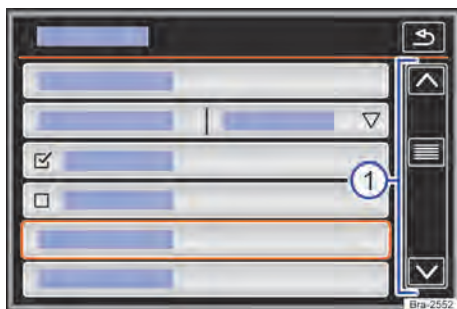

Fig. 128 Representación esquemática: entradas de lista, menú de configuraciones.
Si en una vista de lista hay más registros seleccionables de los que se puede ver, se muestran botones de función para desplazar o una barra de desplazamiento a la derecha en la imagen → fig. 128 ①.
Se puede acceder a las entradas de la lista mediante un toque directo en el display, o por medio de la tecla de regulación → fig. 128 ①.